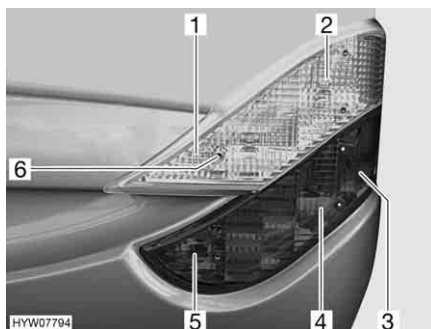

Fig. 237 Luci posteriori (lato anteriore)
- Svitare le sei viti ad esagono cavo (Fig. 237,6).